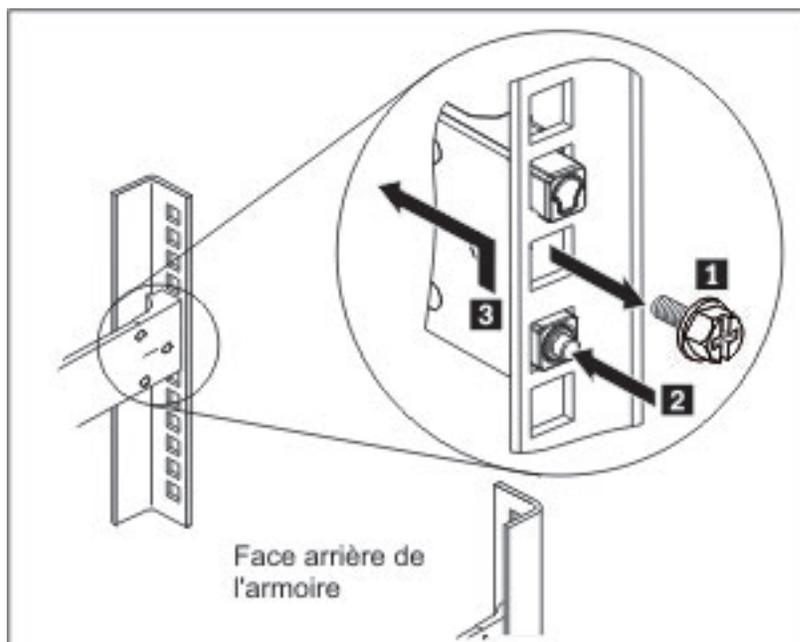

Figure 22. Opération de dégagement de l'arrière du dispositif des glissières
3. Dégagez l'arrière des glissières, en procédant comme indiqué dans la figure 22.